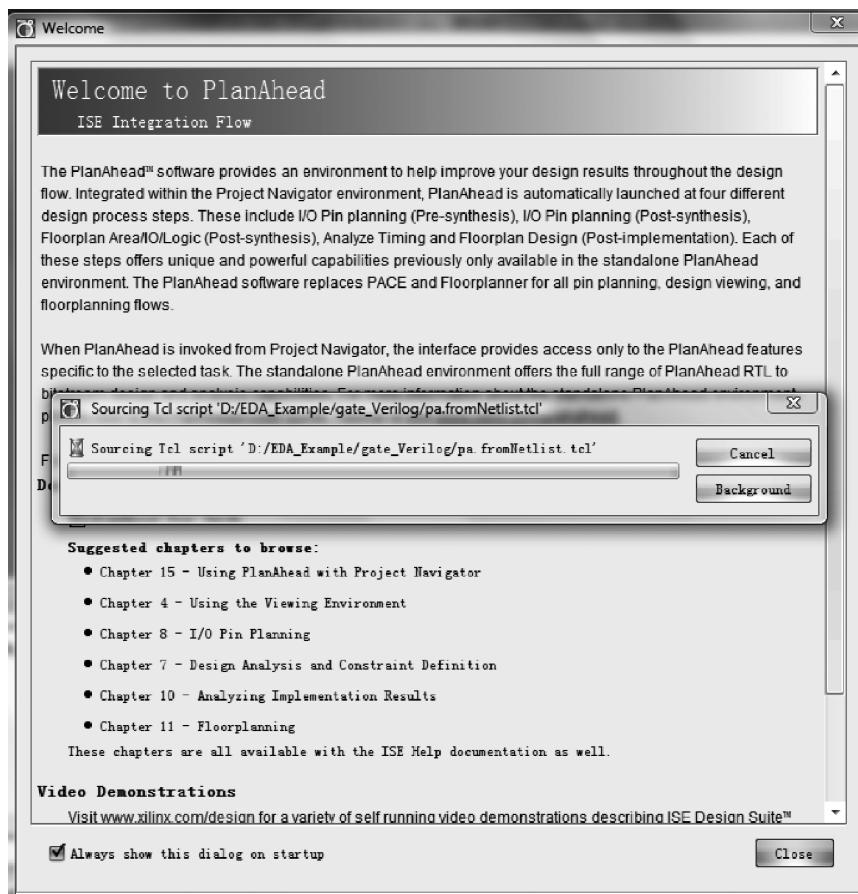

图 3.51 PlanAhead 工具的 Welcome 界面
- (11) 出现如图 3.51 所示界面,等待网表导入完成后,单击图中的 Close 按钮。